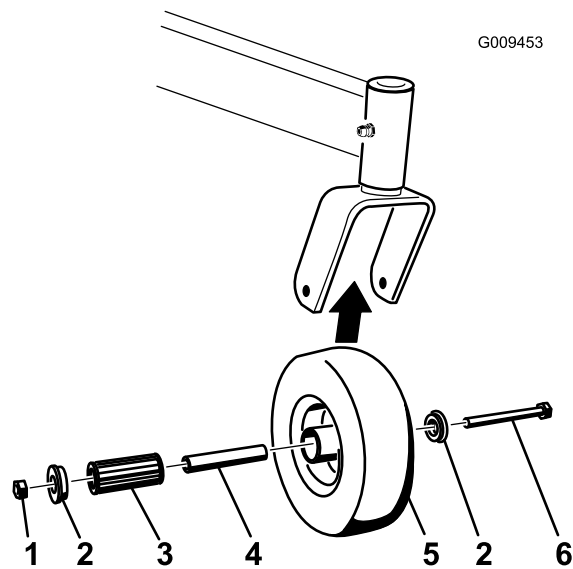

Figure 61
1. Enlevez le contre-écrou et le boulon de fixation de la roue pivotante à la chape (Figure 61).
2. Enlevez une bague, puis sortez la douille pour clé et le roulement à rouleaux du moyeu de roue (Figure 61).
3. Enlevez l'autre bague du moyeu, puis nettoyez la graisse et les saletés éventuellement présentes dans le moyeu (Figure 61).
4. Examinez l'usure du roulement à rouleaux, des bagues, de la douille pour clé et de l'intérieur du moyeu. Remplacez les pièces endommagées ou usées (Figure 61).
5. Pour le remontage, placez une bague dans le moyeu de la roue. Lubrifiez le roulement à rouleaux et la douille pour clé, et insérez-les dans le moyeu. Mettez la deuxième bague dans le moyeu (Figure 61).
6. Montez la roue pivotante dans la chape à l'aide du boulon et du contre-écrou. Serrez le contre-écrou jusqu'à ce que la base de la douille pour clé soit en appui contre l'intérieur de la chape (Figure 61).